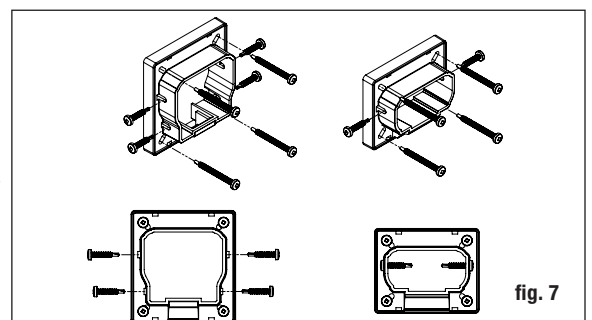

fig. 7
Étape 9 Placez les couvre-supports et support de traverse aux extrémités de la traverse inférieure et soutenez la traverse inférieure entre les poteaux à l'aide de blocs coupés à la taille voulue. Vérifiez que la traverse est à niveau. En utilisant le support comme guide, marquez la position des vis sur le manchon de poteau et sur les deux extrémités de la traverse. Percez des trous de guidage de 0,3 cm (1/8 po) dans le manchon de poteau et la traverse. Fixez le support de câble au manchon de poteau à l'aide des vis à tête carrées n°8-15 x 2" - n°2, puis fixez le support de câble au rail à l'aide des vis à tête carrées autotaraudeuses n°10 x 3/4" - n°2 (fig. 7).
Étape 11 Placez les couvre-supports et support de traverse aux extrémités de la traverse supérieure. Positionnez la traverse du haut en plaçant les balustres à l'intérieur des trous fraisés, tout en travaillant d'une extrémité à l'autre. Vérifiez que la traverse est à niveau. En utilisant le support comme guide, marquez la position des vis sur le manchon de poteau et sur les deux extrémités de la traverse. Percez des trous de guidage de 0,3 cm (1/8 po) dans le manchon de poteau et la traverse. Fixez le support de câble au manchon de poteau à l'aide des vis à tête carrées n°8 x 2" - n°2, puis fixez le support de câble au rail à l'aide des vis à tête carrées autotaraudeuses n°10 x 3/4" - n°2 (fig. 7).